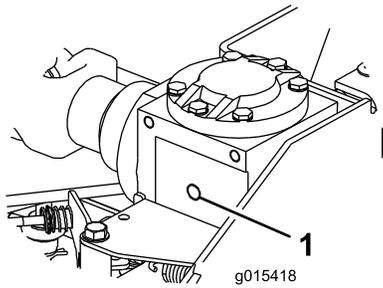

Figura 7
2. Rimuovete il tappo dal foro di riempimento della trasmissione e controllate il livello dell'olio (Figura 7).